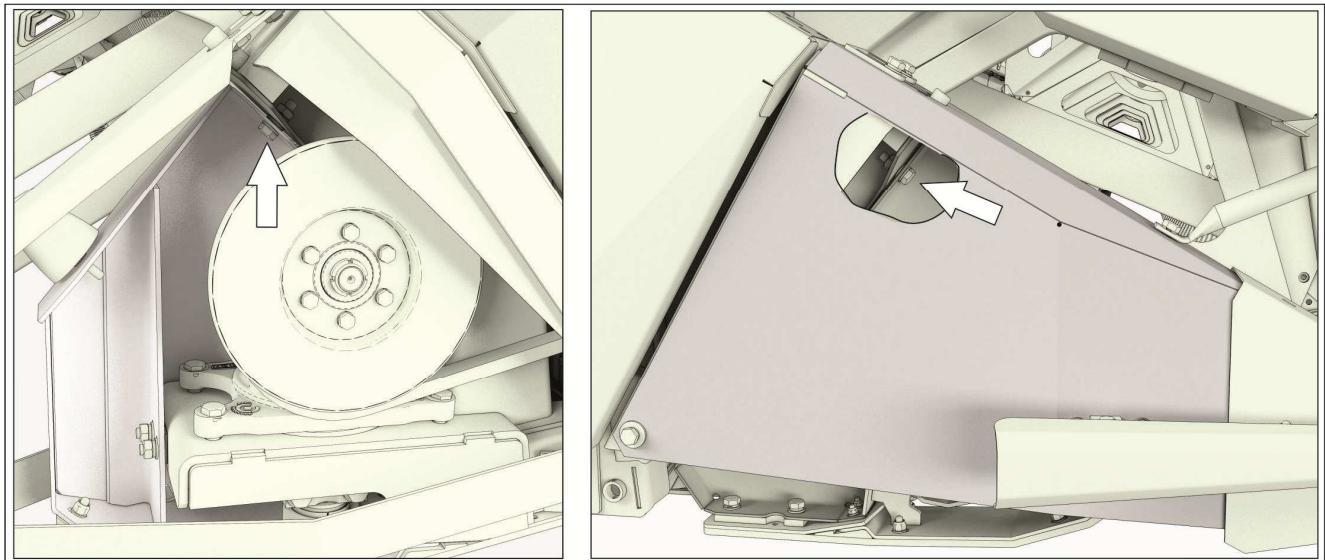

Рисунок 6.8 – Переоборудование жатки
- 2) Открепить болтокрепеж крепления подвижных боковин режущего аппарата к каркасу с обеих сторон жатки (рисунок 6.8);
- 2) зафиксировать рычаги и подвижные боковины режущего аппарата на каркасе жатки болтокрепежом (рисунок 6.8). При этом режущий аппарат примет положение, показанное на рисунке 6.13;